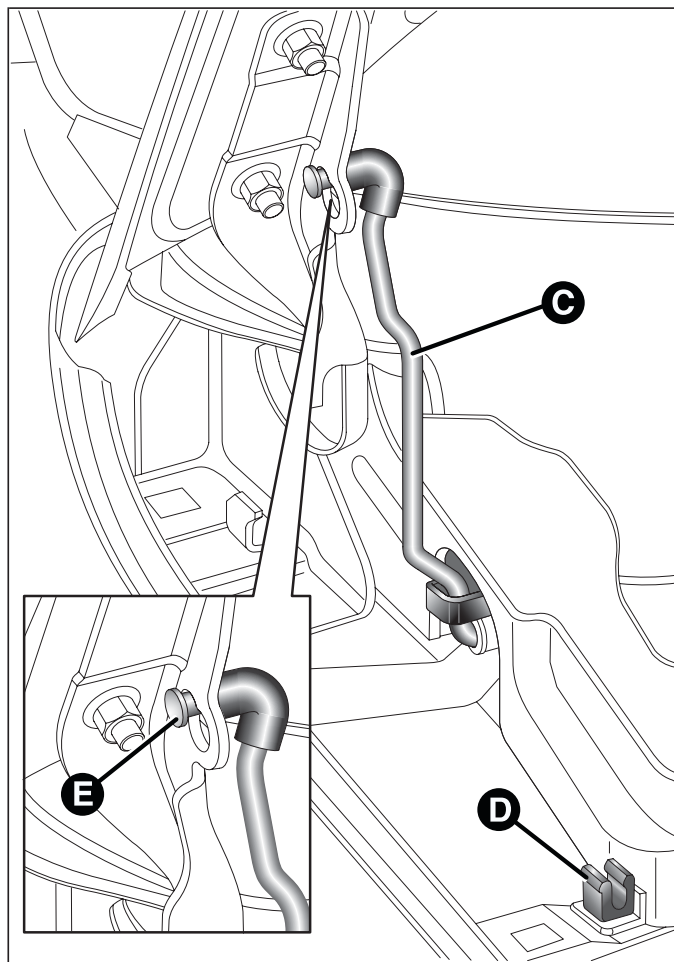

fig. 63
- sollevare il cofano e contemporaneamente liberare l'asta di sostegno C fig. 63 dal proprio dispositivo di bloccaggio D, quindi inserire l'estremità dell'asta nella sede E del cofano motore (foro grande) e spingere nella posizione di sicurezza (foro piccolo), come illustrato in figura.
- tenere sollevato il cofano con una mano e con l'altra togliere l'asta C fig. 63 dalla sede E, con movimento inverso a quello di apertura, e reinserirla nel proprio dispositivo di bloccaggio D;